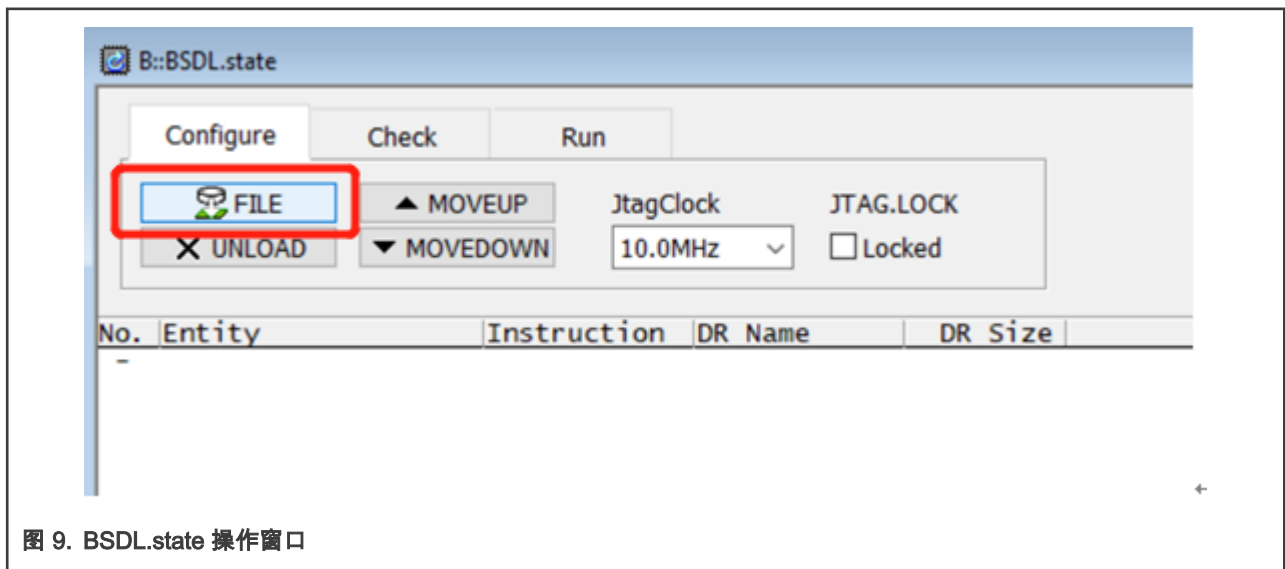

图 9. BSDL.state 操作窗口
4. 这时软件就会自动弹出 BSDL.state 窗口。点击 **FILE** 进入浏览文件页面，并选择需要验证的 BSDL 文件双击打开。图 9 是 BSDL.state 操作窗口。